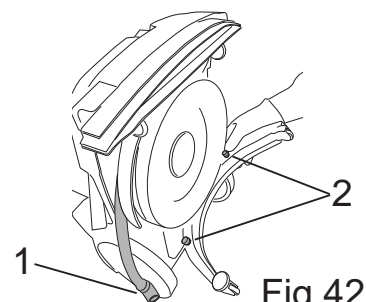

Fig.42
- Sganciare il tubo aspirazione dallo squeegee (Fig.42-Rif.1).
- Svitare i pomelli (Fig.42-Rif.2).